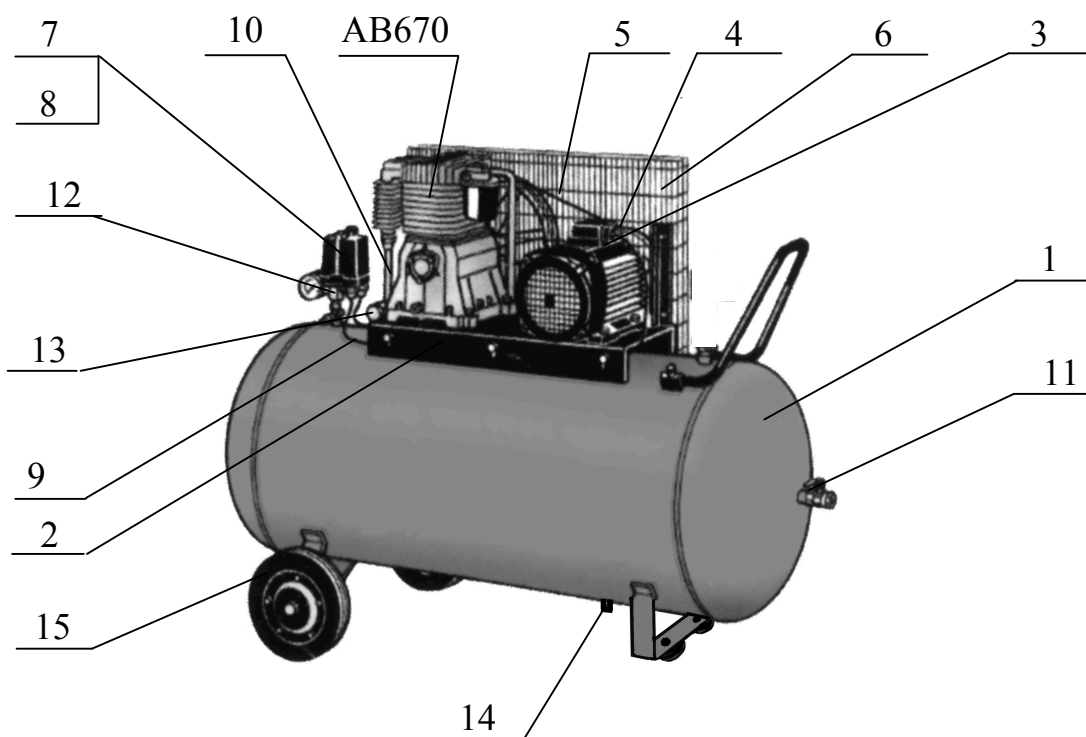
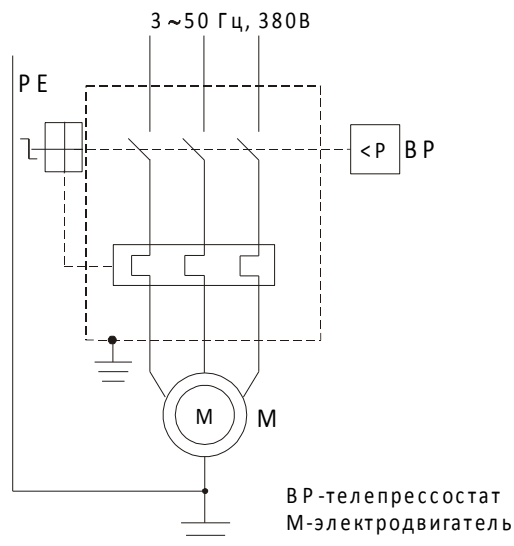

Рис. 1
Рис. 5
2.8. Общий вид компрессоров представлен на рис. 1, 2, 3, 4 схема электрическая принципиальная - на рис. 5.
Примечание: комплект колес, амортизаторов (поз. 15, см. рис. 1,2) и детали их крепления упакованы отдельно.
5.1. Компрессор (рис.1, 2, 3, 4) состоит из следующих основных сборочных единиц и деталей: блока поршневого АВ670, ресивера (воздухосборника) 1, платформы 2, электродвигателя 3 со шкивом 4, клинового ремня 5, защитного ограждения 6, телепрессостата 7, манометра 8, воздухопровода сброса давления 9, нагнетательного воздухопровода 10, крана 11, клапана предохранительного 12, клапана обратного 13, крана слива конденсата 14, колес и амортизаторов 15.